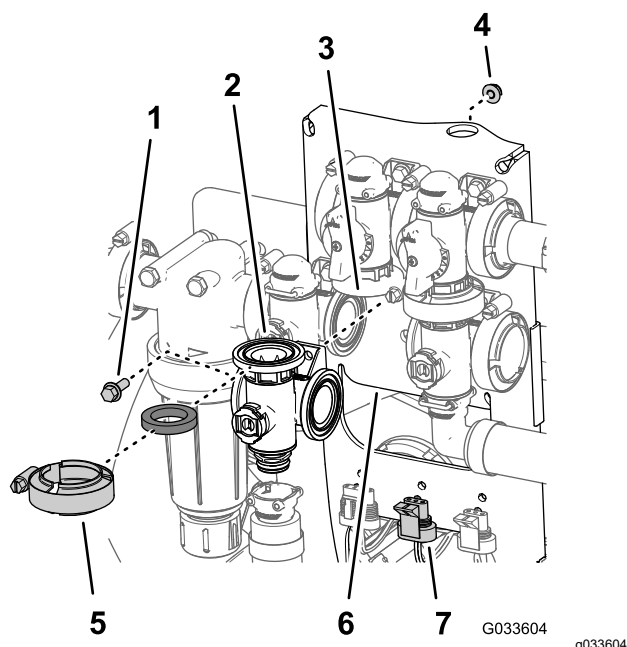

Figura 127
1. Alinhe a flange do coletor da válvula de agitação, uma junta e a flange da válvula de derivação da agitação (Figura 127).
- Monte a válvula de agitação na montagem da válvula com o parafuso de cabeça flangeada e porca de bloqueio flangeada (Figura 127) que removeu no passo 3 de Remoção da válvula do coletor de agitação \(página 81\) e aperte a porca e parafuso com 10 a 12 N·m.